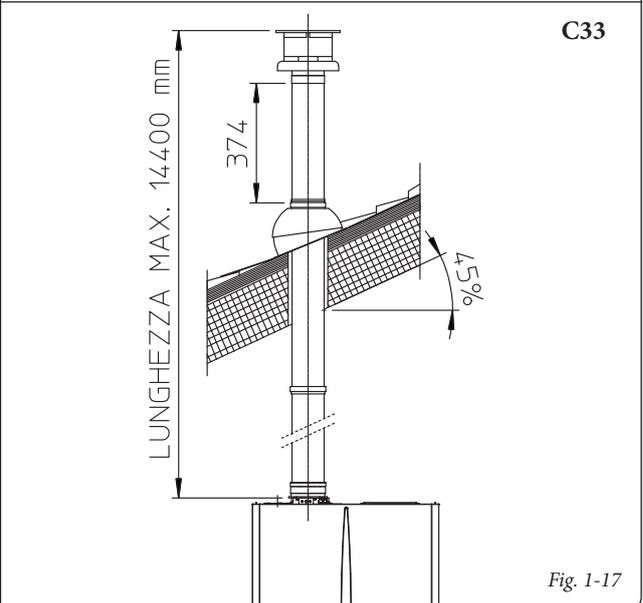

Fig. 1-17
N.B.: il kit verticale Ø 60/100 con tegola in alluminio consente l'installazione sulle terrazze e sui tetti con pendenza massima del 45% (25°) e l'altezza tra il cappello terminale e il semiguscio (374 mm) va sempre rispettata (Fig. 1-17).